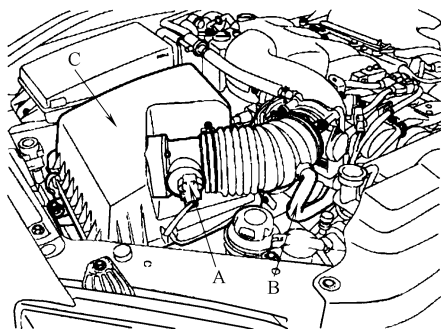

图29-19 质量空气流量传感器插接器 A、通气软管 B 和空气滤清器总成 C 识别
11) 断开质量空气流量传感器插接器 A 和通气软管 B (图 29-19), 然后拆卸空气滤清器总成 C (图 29-19)。